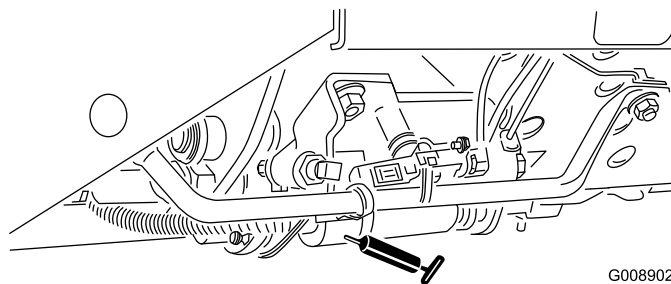

Figure 59
- Sélecteur de tonte/transport (Figure 59)